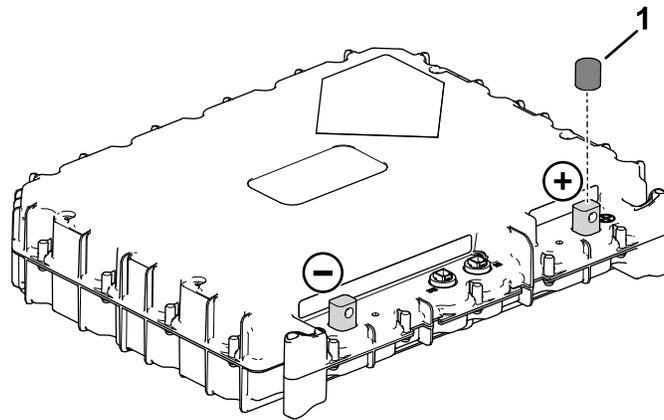

Bild 17
1. Entfernen Sie die Kappe (Bild 17) von den Plusklemmen der verbleibenden 2 Akkus.